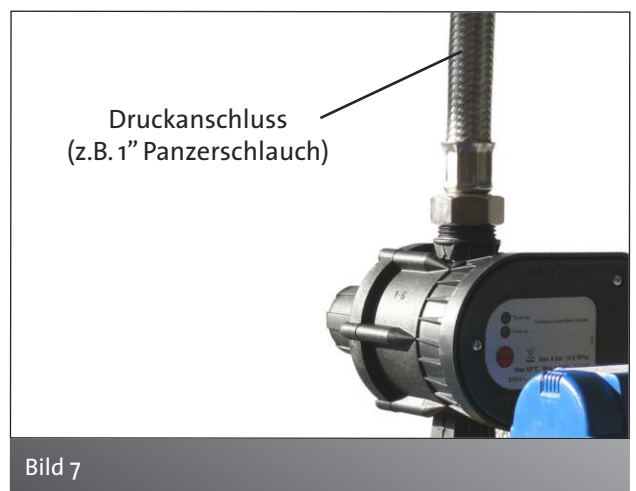

Bild 7
- Druckleitung dicht und fest mit dem Druckausgang des Schaltautomaten verbinden und nach oben heraus führen, siehe Bild 7